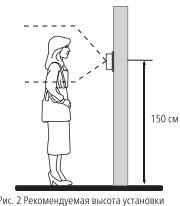

Рис. 2 Рекомендуемая высота установки
- Произведите установку в соответствии с иллюстрациями на рис. 2 и 3.